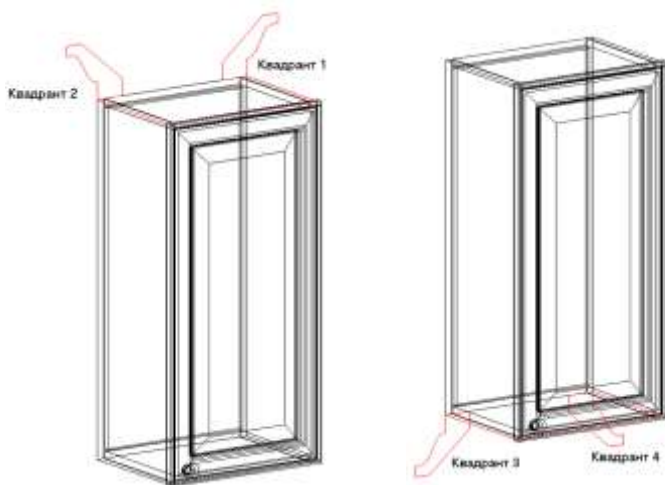

Рис. 13.16. Указание исходного квадранта для ориентации сечения
- **Исходный квадрант** для Компаса; Считается, что профиль устанавливается в указанном квадранте относительно правого верхнего угла шкафа (*рис. 13.16*).